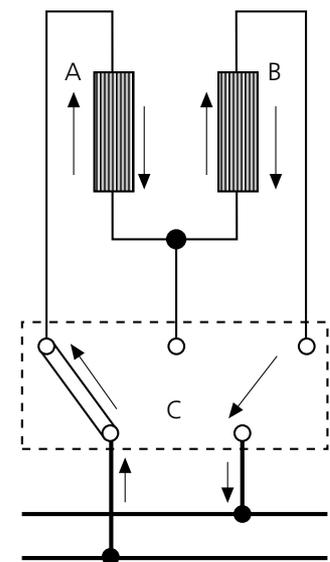

Fig. 10
- 2. Conexión de A y B en serie:** el consumo es mínimo (fig. 10).